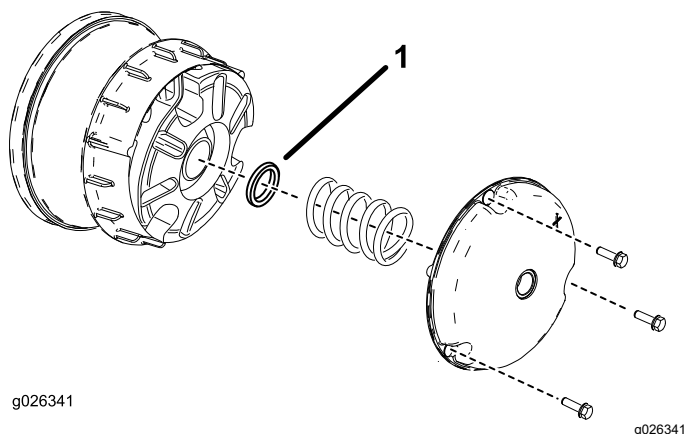

Figura 63
2. Retire os parafusos que prendem a cobertura principal da embraiagem como se mostra na Figura 63.